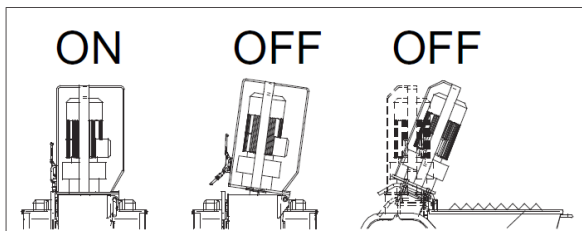

FIG. 11
Colocar la revocadora al suelo, en una posición que no dificulte el paso de los operadores durante su uso y limpieza tras el trabajo y de manera que se utilicen el menor número de tubos posibles. Frenar la máquina bloqueando la rueda con el freno (ref. 5, fig. 11).
⚠ - La apertura de la cámara de mezcla provoca la detención de los órganos en movimiento de la máquina (fig. 11). Es necesario cerrar la cámara de mezcla y accionar el pulsador de marcha para restablecer el funcionamiento de la máquina.